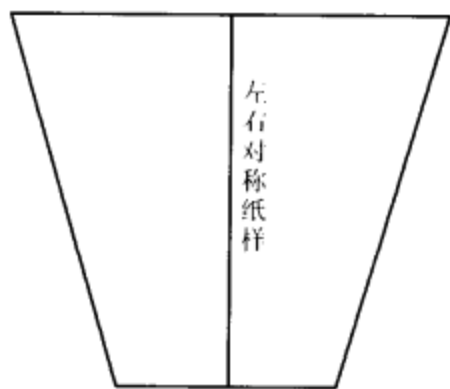
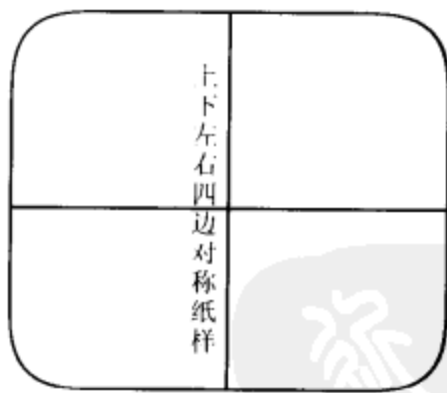

图 3-3
图 3-4
(1) 取比要做某个部件纸样尺寸稍大的咭纸，在咭纸正中放置钢尺，介刀靠住钢尺，介出一条左右对称中线，注意不要太用力将咭纸介断。
(2) 将咭纸按对称中线对折，用刀尖在咭纸下边合适的位置，点穿一点，再打开咭纸，用钢尺连接这两点，介出一条水平边线，再竖向对折，由水平边线，向上量需要尺寸的一半，用刀尖在咭纸上点穿一点，再打开咭纸，用钢尺连接这两点，介下多余咭纸。然后由竖向中线，向一边分别量上边与下边的尺寸，再竖向对折，用钢尺连接上下两点，介下多余咭纸（见图 3-3）。(上下左右对称的纸样，如(1)操作，先介出一条左右对称中线，再按对称中线对折，用刀尖在咭纸居中位置，点穿一点，打开咭纸用钢尺连接这两点，介刀靠住钢尺介出一条直线，使咭纸正中有条十字线，可以上下左右对折。然后分别量出长和高尺寸的一半，连接两点，水平和垂直画线。边线是弧形的，在 $1/4$ 横向与竖向两条线交接处，用铅笔描上所需要的弧形，再用介刀沿描上的弧形，介出形状的 $1/4$ ，再上下左右对折，依已介出的样子，介下其余部分，这样做出来的纸样，四边形状和尺寸就会一模一样了，见图 3-4)。